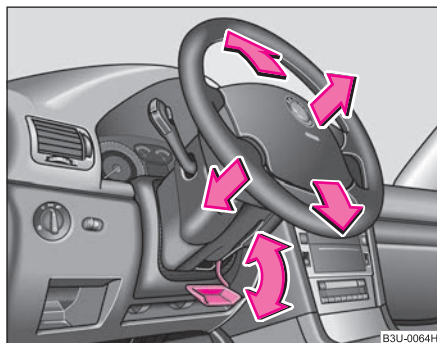

Fig. 112 Leva sotto il piantone sterzo
- Portare la leva sotto il piantone sterzo ⇒ fig. 112 in basso ⇒ ⚠.